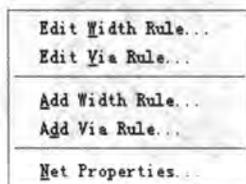

图 8-53 命令菜单
- **菜单(M)**: 单击该按钮, 则会打开如图 8-53 所示的命令菜单, 可以编辑、追加导线宽度或者过孔规则, 或者打开【编辑网络】窗口, 对当前网络进行属性编辑